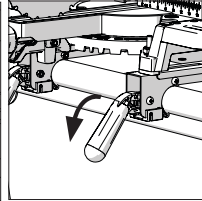

Fig. 12
- Bloquee los soportes en posición bajando ligeramente las palancas de bloqueo. (Fig. 12)
- Una vez que la sierra ingletadora esté colocada correctamente sobre la base, apriete de forma segura los cuatro (4) pernos de montaje.